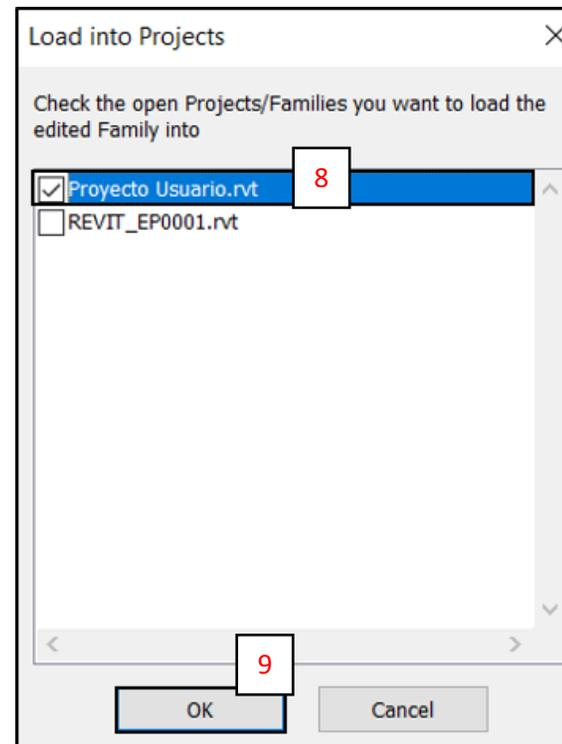

Fig. 19
- F. En la ventana "Load into Projects" seleccionar **Proyecto de Usuario (8)** y presionar **OK (9)**. (Fig. 19)